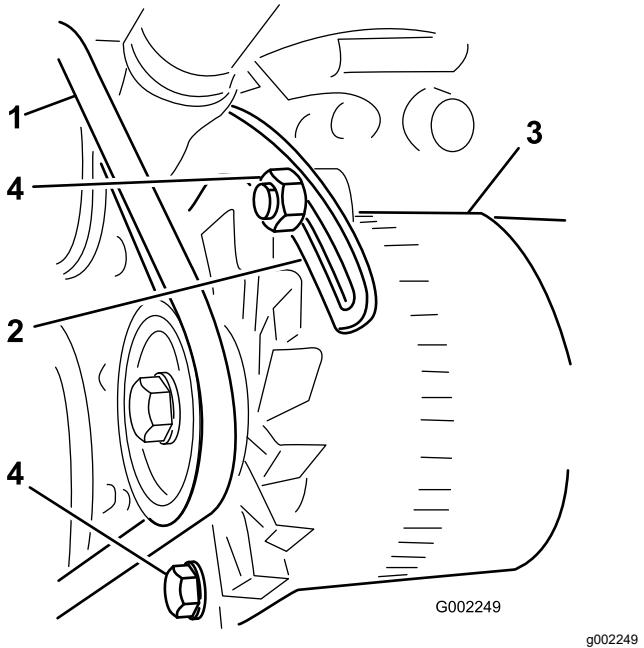

Figure 94
3. Desserrez le boulon sur le point de pivot de l'alternateur ; desserrez le boulon qui fixe l'alternateur au renfort fendu (Figure 94).